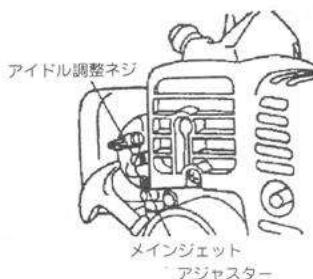

図24
- ①気化器の調整は、工場出荷時に済んでおりますので、なるべくさわらないでください。
- ②メインジェットアジャスターは、全開位置から $1\frac{1}{2}$ 回転戻しが標準開度です。(右回して薄く、左回して濃くなります。)(図24)